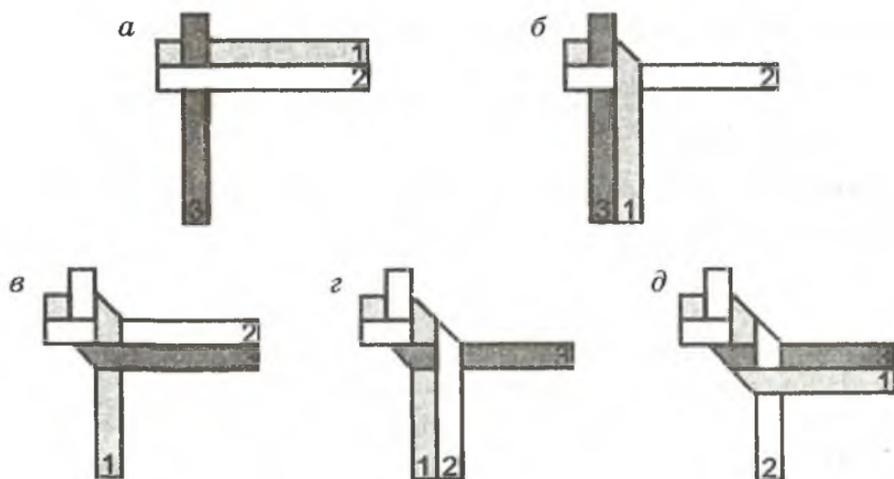

Рис. 28. Схема последовательности плетения «косички» из трех соломок
6. Последовательность выполнения плетенки «косичка» из трех соломок (рис. 28):
- берут три соломки, связав их концы в пучок, и укладывают, как указано на рисунке (рис. 28, а);
- соломку 1 перегибают поверх соломки 2 и выравнивают параллельно соломке 3 (рис. 28, б);
- перегибают соломку 3 поверх соломки 1 к соломке 2 (рис. 28, в);
- соломку 2 перегибают поверх соломки 3 к соломке 1 (рис. 28, г);
- далее соломку 1 перегибают поверх соломки 2 к соломке 3 (рис. 28, д).